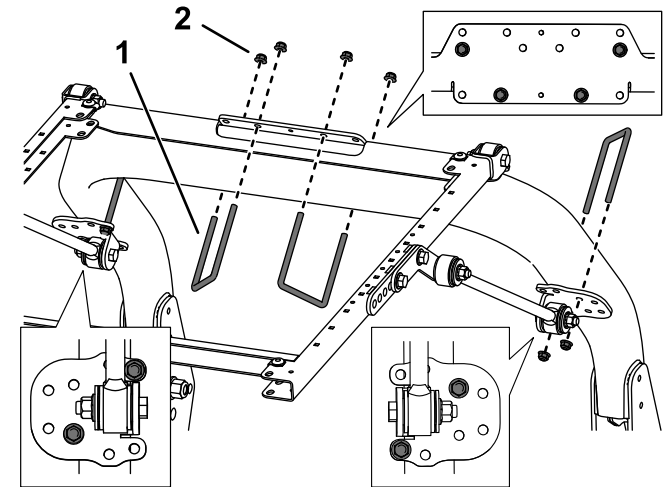

Figure 39
- Utilisez les trous indiqués à la Figure 39 pour fixer légèrement chacun des supports de renfort aux montants de l'arceau de sécurité à l'aide d'un étrier fileté (3 1/2" x 5") et de 2 écrous à embase.